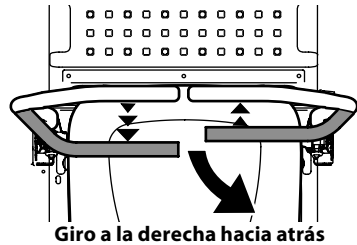

Figura 28
2. Para girar en el sentido de las agujas del reloj, mueva la palanca de control de la transmisión izquierda hacia adelante mientras mueve simultáneamente la palanca de control de la transmisión derecha hacia atrás (Figura 28).